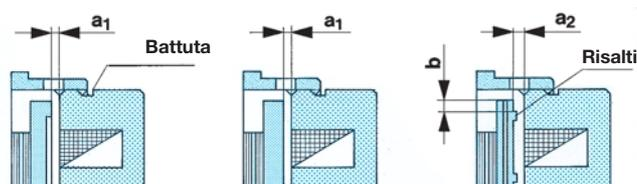

Fig. 2
Il freno è fornito con traferro, tra àncora (5) e magnete (2), regolato al valore nominale (a_1 , a_2), fig. 2 e tabella 2.
5. Avvitare le viti di fissaggio (13) tenendo conto dei valori di coppia di serraggio della tabella 1.
6. Rimettere il bloccaggio carter (58) in due tratti graduati del carter e fissarlo con la vite di bloccaggio (59).
Una battuta alla fine del filetto sul magnete (2), fig.2, limita la corsa di regolazione del carter graduato (31). Ciò evita un'usura inammissibile del rotore (35), in seguito a ripetute regolazioni. Se il valore del traferro è superiore al valore nominale e la regolazione tramite carter graduato (31) non è più possibile, bisogna sostituire il rotore (35). Nella tabella 2 è indicato lo spessore del rotore nuovo e lo spessore dopo usura massima consentita.